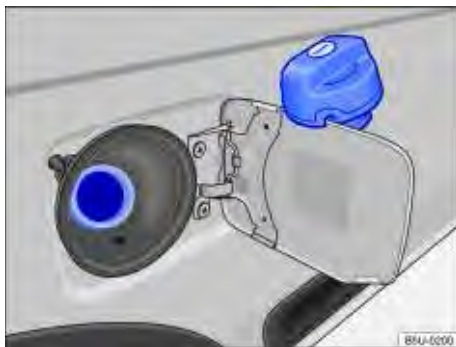

Fig. 127 Portinhola do tanque de combustível aberta com a tampa do tanque de combustível pendurada.
- Girar a tampa do tanque de combustível no sentido anti-horário e encaixar a tampa na dobradiça da portinhola do tanque de combustível ⇒ Fig. 127.